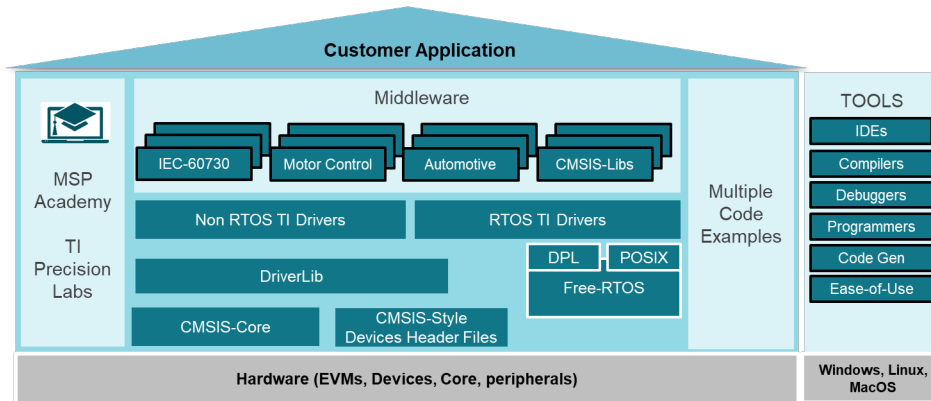

图 2-2. MSPM0 SDK 结构
MSPM0 SDK 随附多种代码示例可供选择，使工程师能够在德州仪器 (TI) MSPM0+ 微控制器器件上开发应用。提供了各种示例来展示如何在每个受支持的器件上使用各功能区，这些示例可用作您开发自己的工程的起点。图 2-2 展示了 MSPM0 SDK 的结构。